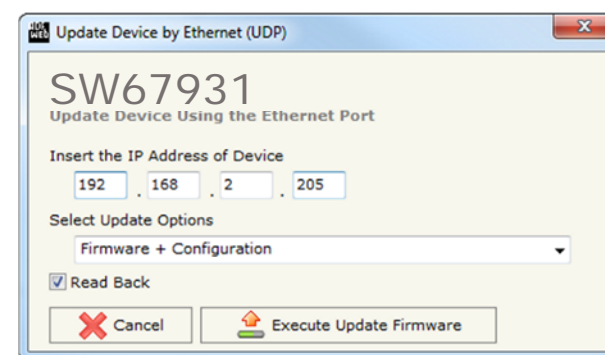

Abb. 18: Geräteupdate HD67931-X-B2
- Wählen Sie aus, welche Operationen Sie durchführen wollen (Abb. 18).